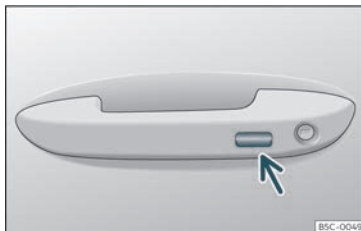

Fig. 84 Maneta de la porta: superfície sensora.
- **O BÉ** mitjançant el sistema Keyless Access* (només tancament): Mantingueu un dit durant uns segons sobre la superfície sensora de bloqueig >>> **fig. 84** (fletxa) de la maneta de la porta perquè es tanquin les finestretes i el sostre*. Si es deixa de tocar la superfície sensora s'interromp la funció de tancament.
- Mantingueu un dit durant uns segons sobre la superfície sensora de bloqueig >>> fig. 84 (fletxa) de la maneta de la porta perquè es tanqui el sostre. Si es deixa de tocar la superfície sensora s'interromp la funció de tancament.